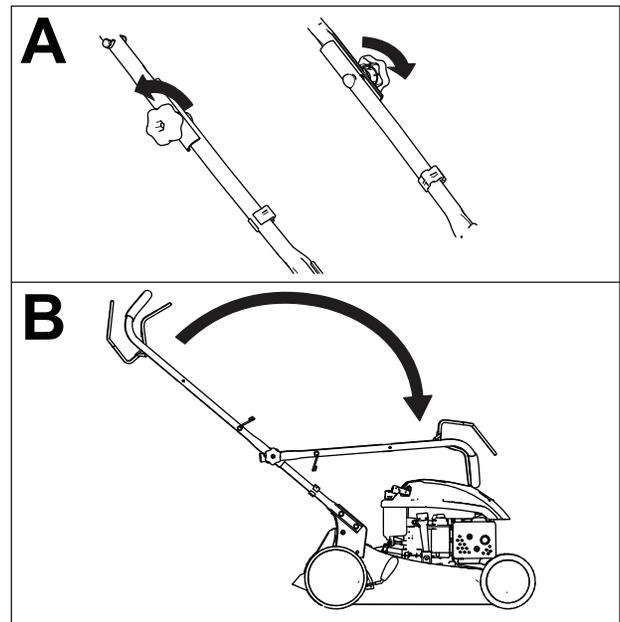

Bild 17
1. Lösen Sie die zwei Holmhändler (Bild 17).